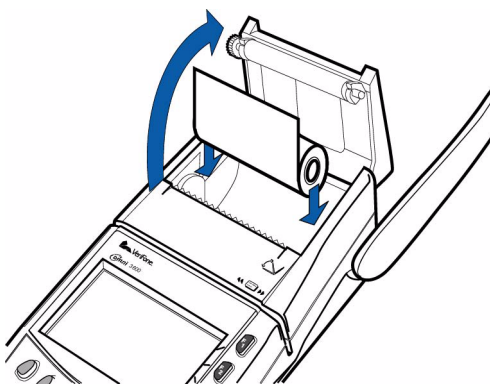

图 7 装纸
- 4 拿住打印纸卷，确保从底部（图 7）送纸，拽出约 2 英寸长的打印纸（或直至纸卷上没有胶水的痕迹）。
- 5 将打印纸卷放入打印机纸盒，并使刚才拽出的打印纸留在打印机盖的外面（图 7）。